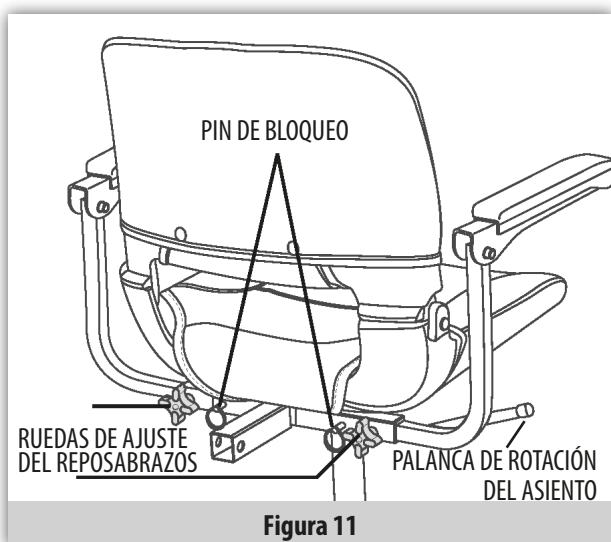

Figura 11
- Afloje los botones de ajuste de los reposabrazos. (Ver figura 11).